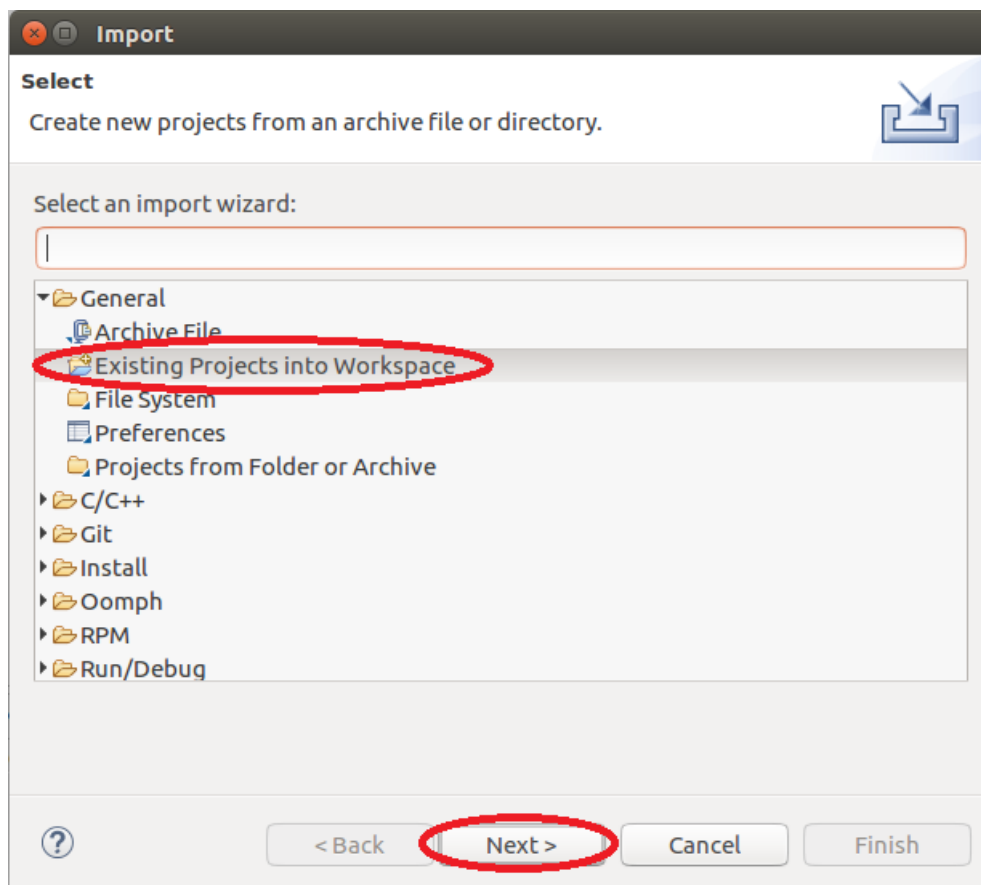

图4.2.6 选择导入工程类型
6. 点击菜单栏 File -> Import... 导入工程，出现如图 4.2.6 所示界面，选择 "Existing Projects into Workspace", 点击 Next。（注：把鼠标移动到顶部菜单栏就会看到 File 选项）